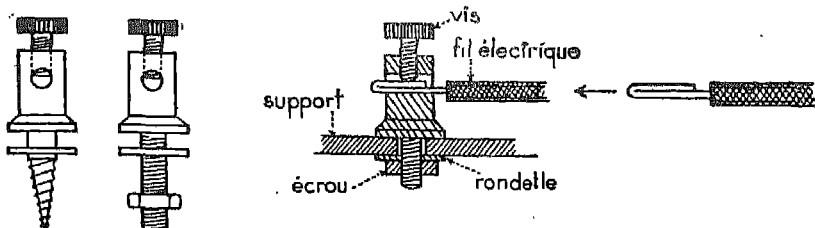

Fig. 11. — Bornes à trous pour être fixées sur du bois ou sur une plaque métallique.
2. Bornes à trou (fig. 11), bornes à vis (fig. 12).